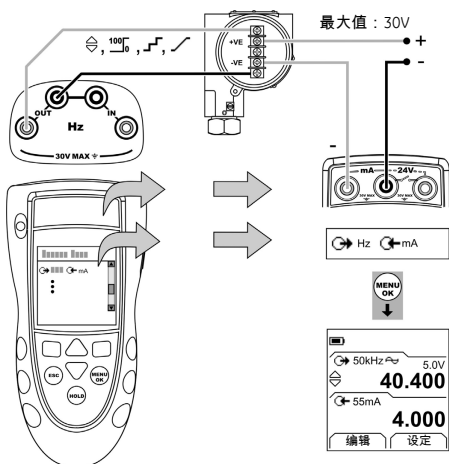

图 3：配置示例- 带外部回路电源的变送器校验
1. 连接仪器（图 3/4），如有必要，调整设置（表 1）。